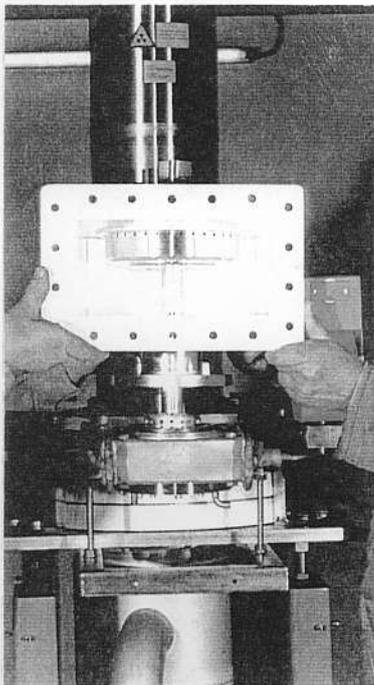
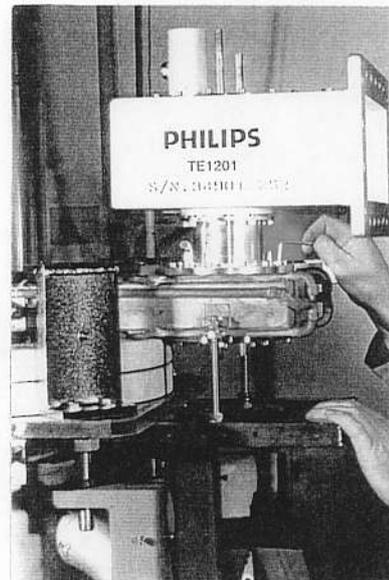

Abb. 31. Aufsetzen des Hohlleiterübergangs
Abb. 32. Festschrauben des Hohlleiterübergangs
- c) Der Hohlleiterübergang wird aufgesetzt (Abb. 31.) und mit den Schrauben aus den beiliegenden Päckchen B und C festgeschraubt (Abb. 32.).